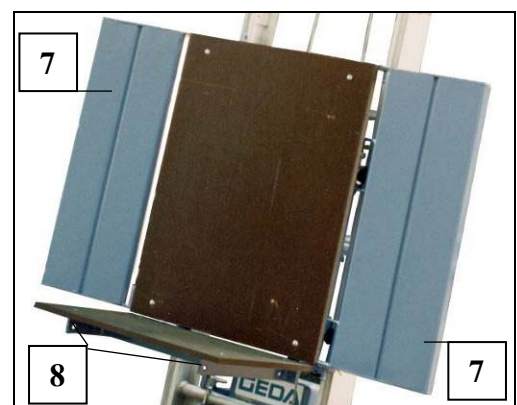

Fig. 44 Universeel plateau
- Aan beide kanten de buitenste moeren (11) en de veerringen van de voorgemonteerde schroeven (M12 × 40) eraf nemen.
- Frontbescherming met de schroeven (10) aan de voorste boringen van de draagprofielen (zie pos. 8 Fig. 44) van het universele plateau insteken.
- Veerring en moer (11) aan beide kanten monteren
- Beide buitenste moeren (11) vastdraaien.